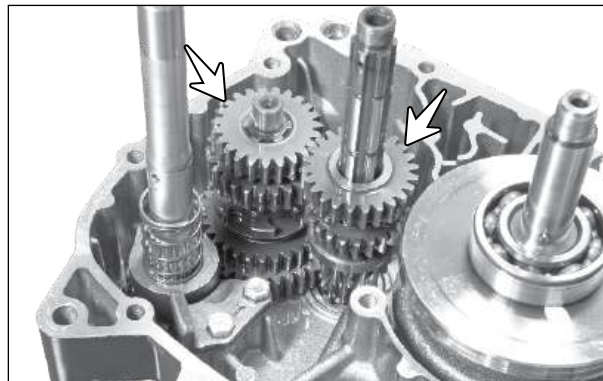

Fig. 3.138
- Remova o conjunto do eixo da embreagem e o conjunto do eixo de acionamento (setas) como um conjunto do conjunto da carcaça do motor do lado esquerdo. (Fig. 3.138)